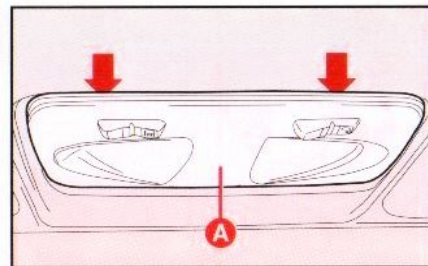

Abb. 37
- 1) Die Innenleuchte **A, Abb. 37**, durch Einwirken an den von den Pfeilen gekennzeichneten Stellen ausbauen.